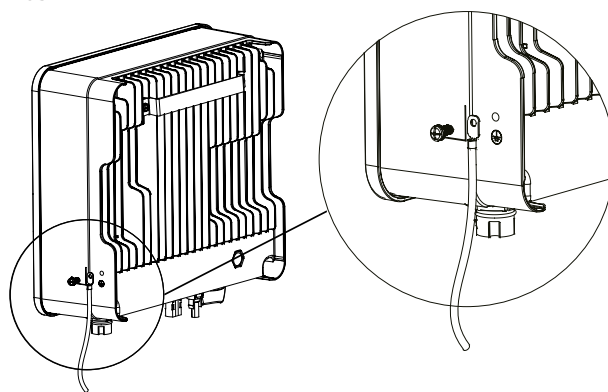

Fig. 16. Conexión del terminal de tierra.
2. Fijar el terminal de conexión a tierra al cable PE con una herramienta adecuada y bloquear el terminal de conexión a tierra al orificio de conexión a tierra en el lado inferior derecho del inversor, como se muestra en la Fig. 16.